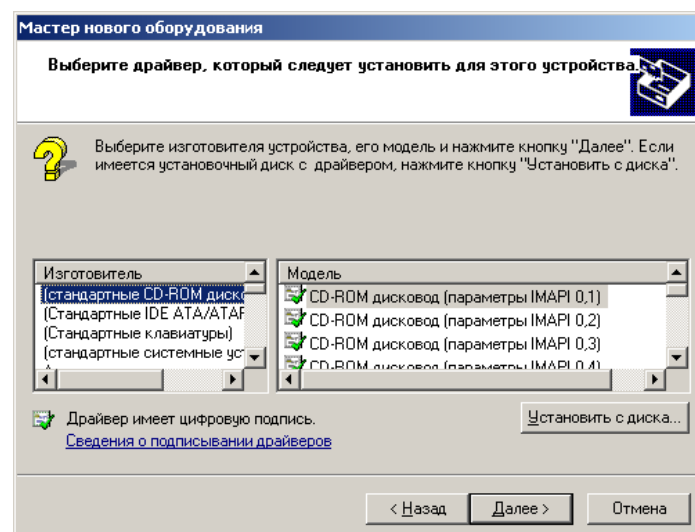

Рис.13. Список драйверов системы
6) Выбрать строку **"Показать все устройства"** в списке типов оборудования и нажать кнопку **"Далее"**. Появится страница списка драйверов системы (рис.13).